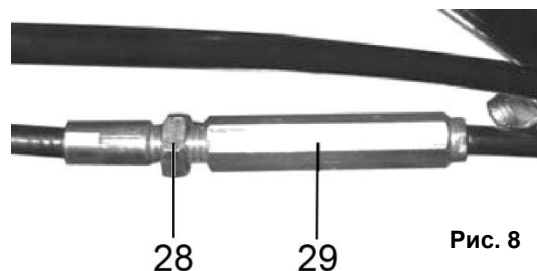

Рис. 8
- Рычаги (2) и (3) привода колес и шнека должны полностью прижиматься к рукоятке управления. Если этого не происходит, значит, тросики перетянуты, и их необходимо ослабить.
- Отрегулируйте приводные тросы с помощью резьбовой втулки (29) (См. Рис.8), расположенной в средней части троса.
- Для натяжения тросика: ослабьте гайку (28), а затем переместите резьбовую втулку (29) вверх и затяните гайку (28) (См. Рис.8) до втулки.
- Для ослабления тросика: ослабьте гайку (28) и переместите резьбовую втулку (29) вниз и затяните гайку (28) до втулки.